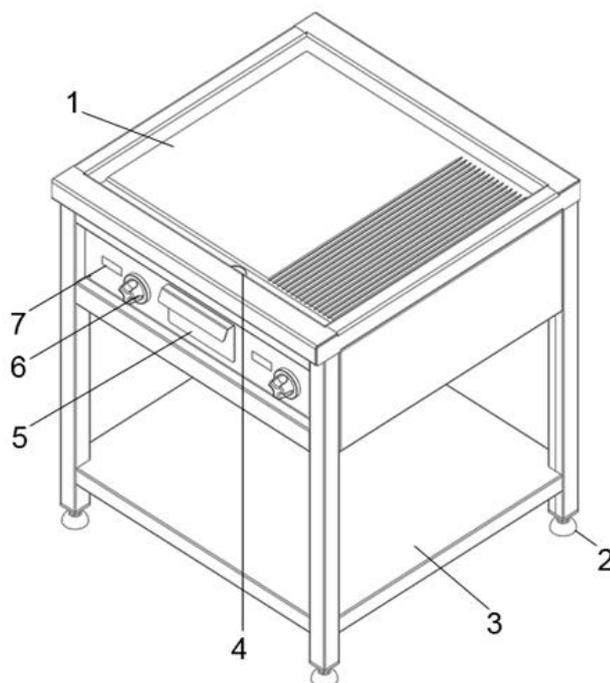

Рис. 1 Общее устройство электрической жарочной поверхности
Плита-гриль (жарочная поверхность) – это электрический прибор с рабочей поверхностью, разделенной на несколько зон нагрева (1 либо 2). Стальная рабочая поверхность 1 (рис.1) располагается над нагревательными элементами. В зависимости от модели она может быть гладкой, рифленой или комбинированной. В некоторых комплектациях жарочная поверхность имеет покрытие «твердый хром». В жарочной поверхности присутствует сливное отверстие 4 (рис.1), через которое удаляются жир и отходы, образующиеся при приготовлении блюд. Они скапливаются в выдвижном поддоне 5 (рис.1), находящемся под сливным отверстием. Интенсивность нагрева рабочей зоны регулируется ручками 6 (рис.1), расположенными на лицевой панели устройства. Температура нагрева той или иной рабочей зоны отображается на соответствующем дисплее 7 (рис.1). Все зоны устройства могут работать одновременно и по отдельности. Важно помнить, что, так как рабочая зона единая, то независимо от того, включена конкретная зона нагрева или нет, она все равно нагревается от работающих соседних зон. Под лицевой панелью устройства располагается воздушный фильтр для сбора жира и пыли.
Регулируемые по высоте ножки 2 (рис.1) позволяют установить устройство на любой неровной поверхности.
Напольные версии выполняются на открытом стенде с полкой 3 (рис.1) или закрытом кабинете с дверьми и без, на регулирующихся ножках или колесах. При необходимости устройство можно дополнить защитным бортом.
- Вставьте штепсель аппарата в розетку. При этом на дисплее 7 (рис.1) отобразится текущая температура рабочей поверхности.
- Плавно поверните регулятор температуры 6 (рис.1) соответствующей зоны нагрева **по/против часовой стрелки** и установите желаемую температуру.
- На дисплее 7 (рис.1) отобразиться желаемая температура рабочей поверхности, затем после появления команды «SET» на дисплее будет отображаться текущая температура рабочей поверхности прибора. Как только она достигнет желаемой, на дисплее будет отображаться температура, соответствующая ранее выставленной.
Переведите регулятор температуры 6 (рис.1) в положение «0».
При значении «0» на дисплее 7 (рис.1) нагревательные элементы отключены, но устройство подключено к электрической сети.
Пока рабочая поверхность устройства остывает, на экране 7 (рис.1) будет отображаться значение «hot», как только она остынет, экран погаснет.